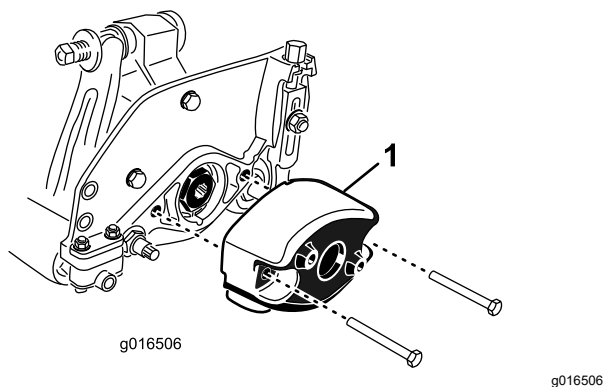

Figura 8
1. Retire los 2 pernos que fijan el contrapeso al extremo izquierdo de la unidad de corte. Retire el contrapeso (Figura 8).
5. En el extremo derecho de la unidad de corte, aplique una capa fina de aceite a la junta tórica e instale el contrapeso con los pernos retirados anteriormente (Figura 8). Apriete los pernos a entre 16 y 20 N·m.